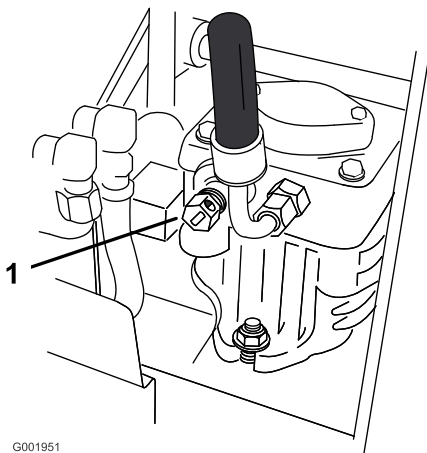

Figura 9
2. Aprite la valvola di bypass su entrambe le pompe girandole in senso orario di 1 o 2 giri. Il fluido idraulico bypassa così le pompe, consentendo alle ruote di girare (Figura 9).